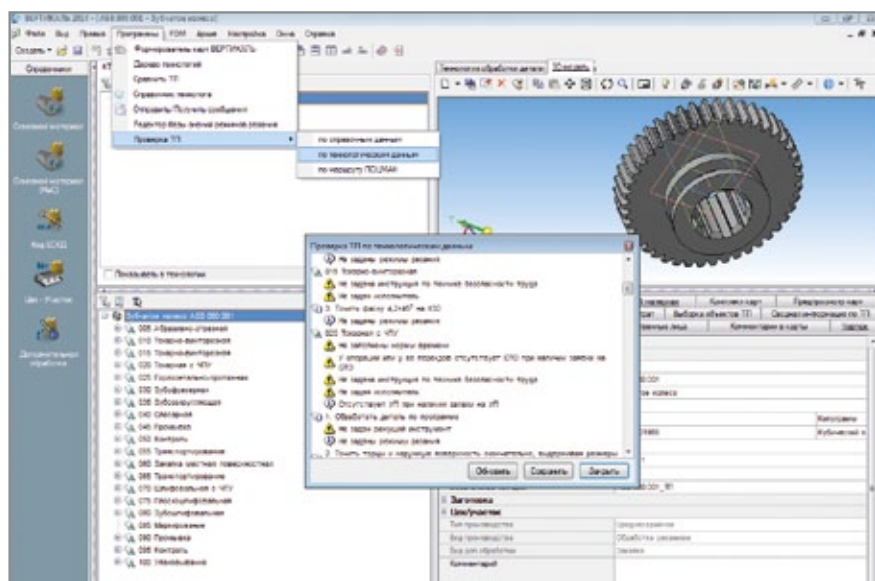

Рис. 6. Проверка ТП по технологическим данным
- по технологическим данным на соответствие требованиям нормоконтроля (алгоритм настраивается) (рис. 6);